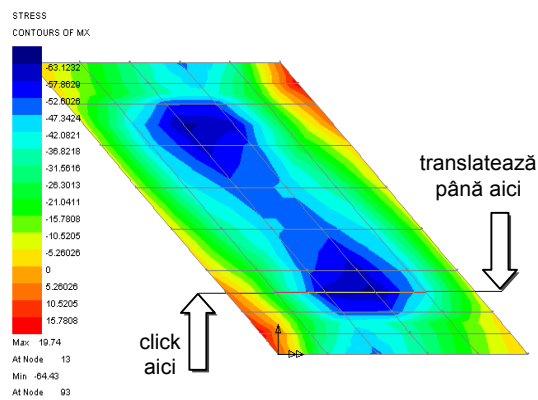

Fig. 60
- apăsați butonul din stânga al mouse-ului la stânga, în afara plăcii (fig. 60)